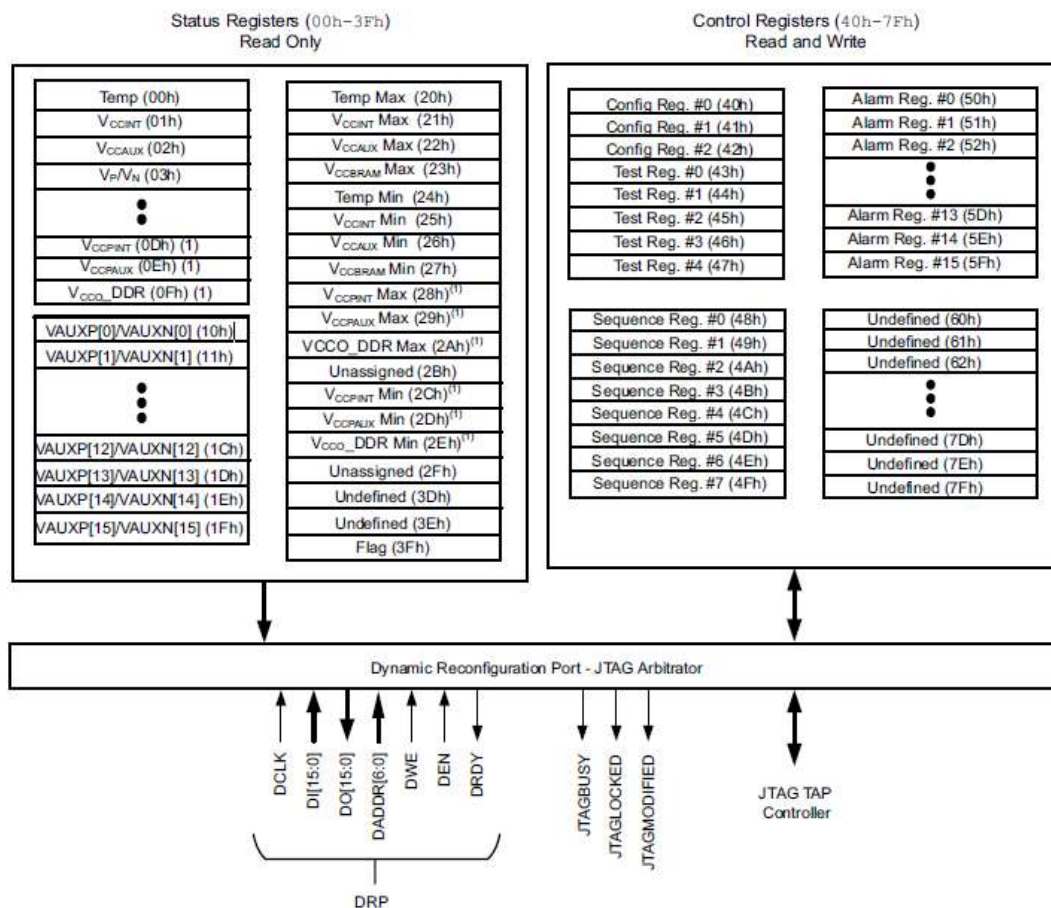

Figura 30: Esquema de los registros del XADC
Los registros del ADC se dividen en dos bloques principales: los registros de estado (00h a 3Fh) de solo lectura en los que encontramos el valor de los datos convertidos y los registros de control (40h a 5Fh) a través de los cuales se puede determinar el funcionamiento del ADC. Se muestra dicho esquema de registros en la Figura 30.
- **Modo por defecto:** se habilita al colocar un 0 en los bits de secuencia. En este modo el XADC supervisa automáticamente los sensores on chip y almacena los resultados los registros correspondientes (ver Figura 30). Ambos ADCs están calibrados en este modo y se aplica un promedio de 16 muestras a todos los sensores. El XADC también funciona en modo predeterminado después del encendido inicial y durante la configuración de la FPGA. La siguiente Figura 38 muestra el orden de muestreo de los canales.